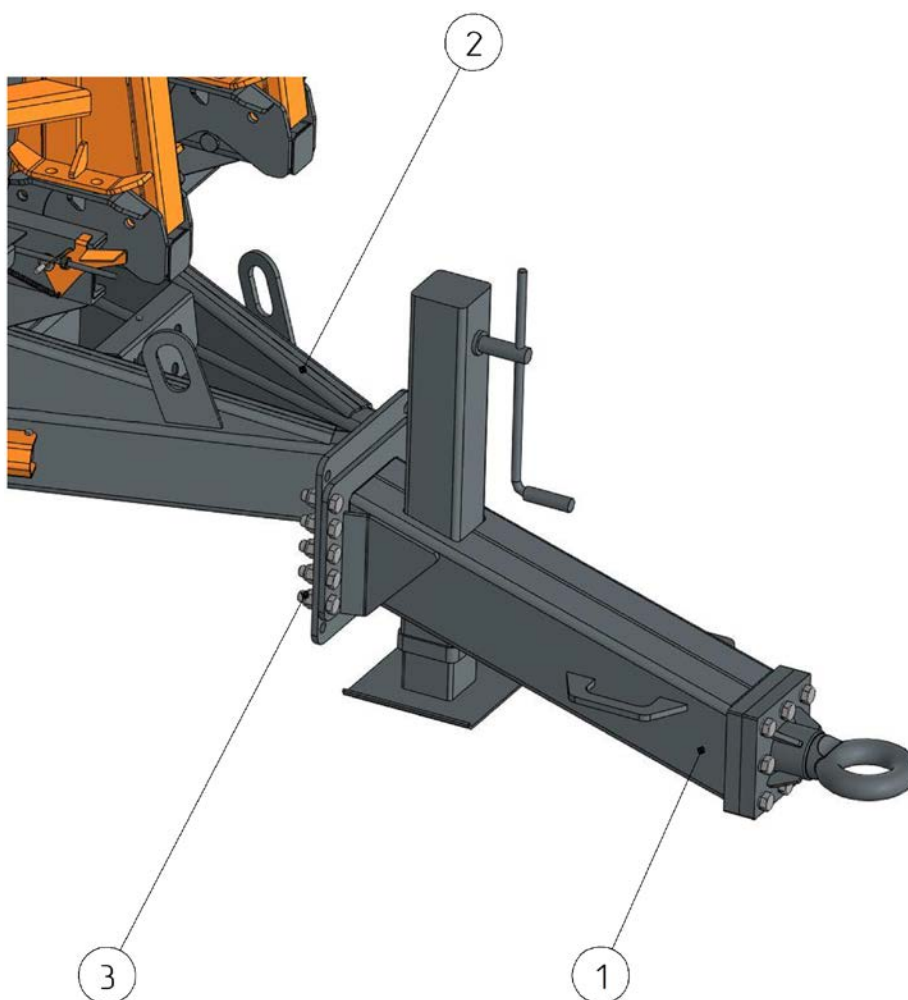

Рисунок 7.1
Установить требуемую высоту прицепного устройства (1) по отношению к дышлу (Рисунок 7.1), так чтобы при агрегатировании сохранялась горизонтальность основной рамы (2). Регулировку производить болтовым соединением (3).